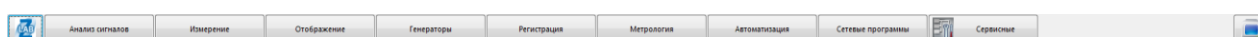
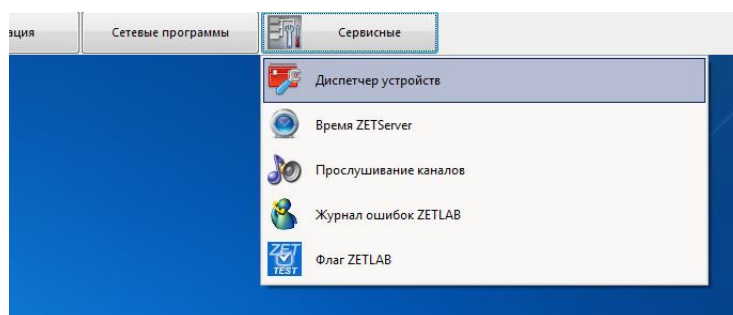

Рисунок 3
Рисунок 8
- включить ПК и дождавшись завершения загрузки операционной системы компьютера запустить программное обеспечение ZETLAB, активировав соответствующий ярлык программы (расположенный на рабочем столе монитора), после чего на панели ZETLAB (Рисунок 3) в меню «СЕРВИСНЫЕ» выбрать программу «Время ZETServer» (Рисунок 4), в результате чего откроется окно «Время ZETServer» (Рисунок 5);
- на панели ZETLAB (Рисунок 3) в меню «СЕРВИСНЫЕ» выбрать программу «Диспетчер устройств» (Рисунок 8);